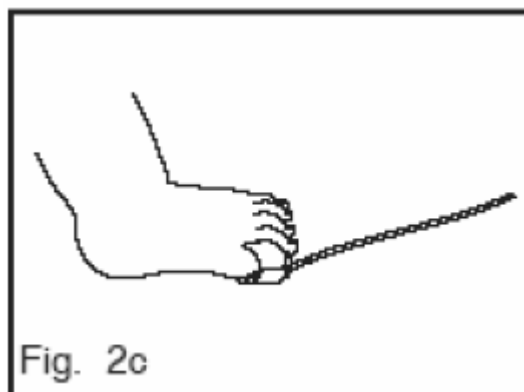

Fig. 2c
4. Verifique se o posicionamento está correto, reposicionando se necessário (Fig. 2c).